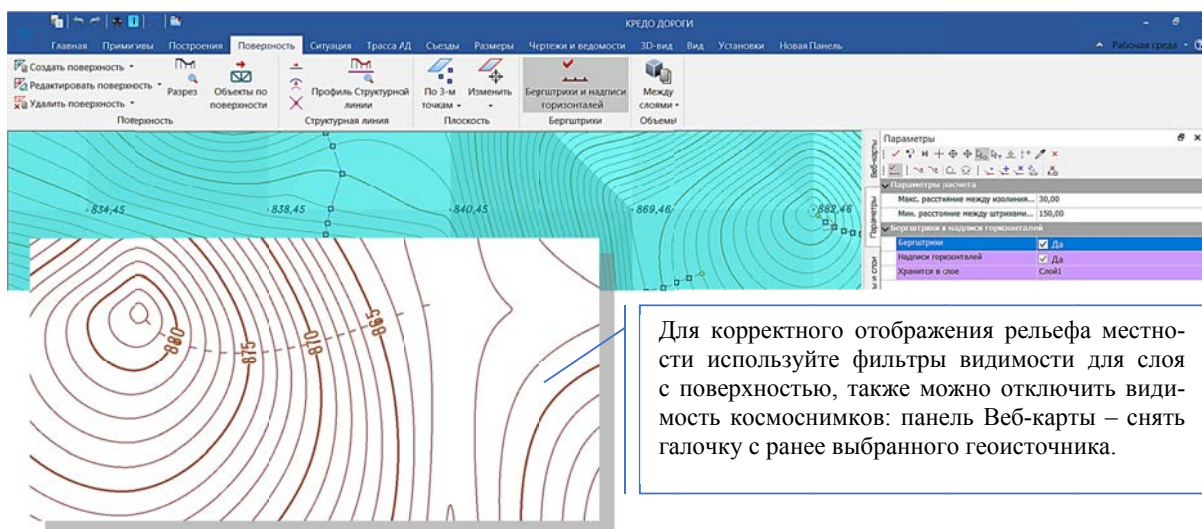

Рис. 7.12. Результат создания и оформления рельефа
11. Выполните построение **бергштрихов** и **подписей горизонталей** для корректного отображения информации о рельефе. Для этого необходимо выбрать команду **ПОВЕРХНОСТЬ – БЕРГШТРИХИ И ПОДПИСИ ГОРИЗОНТАЛЕЙ** (рис. 7.12), затем подвести курсор к контуру созданной поверхности, кликнуть левой кнопкой мыши внутри границ контура поверхности (область поверхности примет голубой цвет), затем на локальной панели **Параметры** указать параметры создания бергштрихов и подписей горизонталей. Примените построение. Проанализируйте результат построения и оформления цифровой модели рельефа.